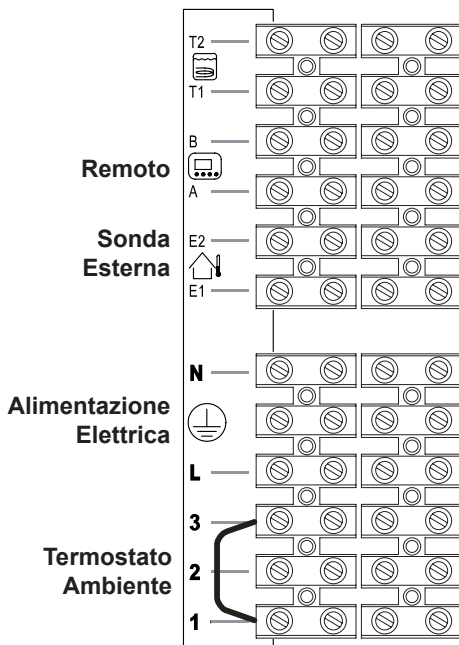

Figura 5.19
- Collegare il cavo di alimentazione elettrica proveniente dall'interruttore onnipolare alla morsetteria di alimentazione elettrica della caldaia Figura 5.19 rispettando la corrispondenza della linea (filo marrone) e del neutro (filo azzurro).
Per il collegamento di un termostato ambiente servirsi dei morsetti indicati in Figura 5.19.
Per il collegamento di valvole di zona servirsi dei morsetti termostato ambiente indicati in Figura 5.19 e Figura 5.20. I conduttori elettrici dei contatti del micro della valvola di zona vanno inseriti nei morsetti "1 e 3" della morsetteria termostato ambiente come in